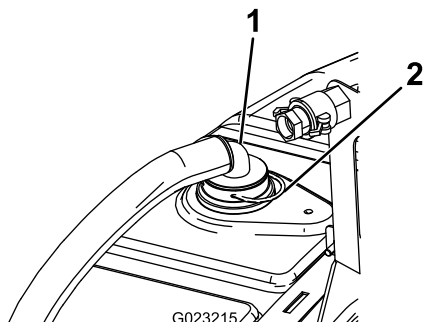

Figura 17
1. Instale el extremo de la manguera que lleva un acoplamiento de 90 grados al conector estanco que instaló anteriormente con un pasador de sujeción (Figura 17).